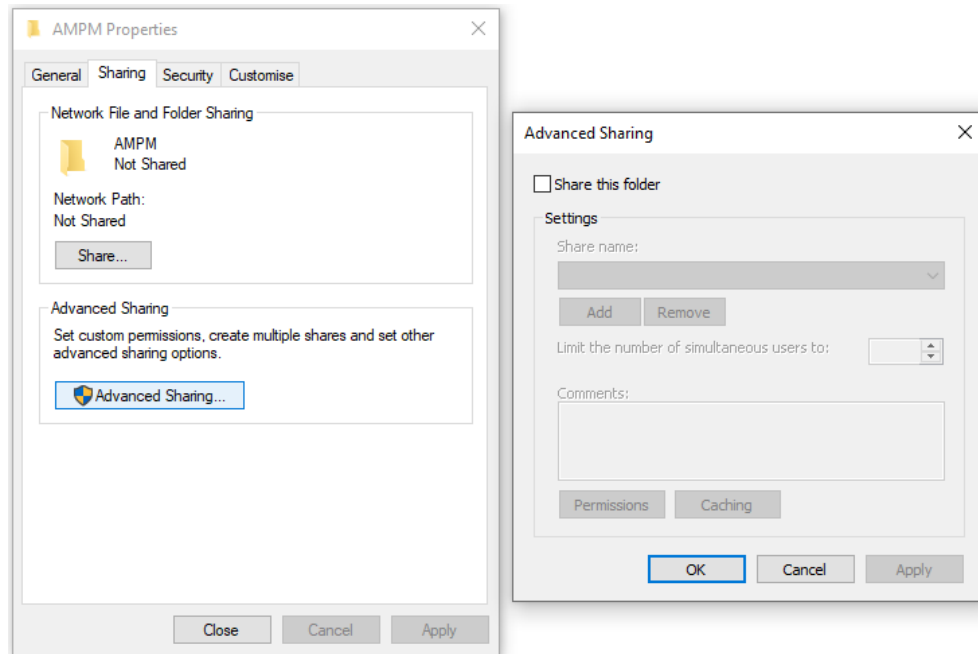

Abbildung 44 AMPM Data (AMPM Daten), rechtsklicken und „Properties“ (Eigenschaften) aufrufen
1. Navigieren Sie zum AMPM-Datenordner, klicken Sie mit der rechten Maustaste und wählen Sie **Properties** (Eigenschaften). Wählen Sie die Registerkarte **Sharing** (Freigabe) und dann **Advanced Sharing** (Erweiterte Freigabe) (siehe Abbildung 44).